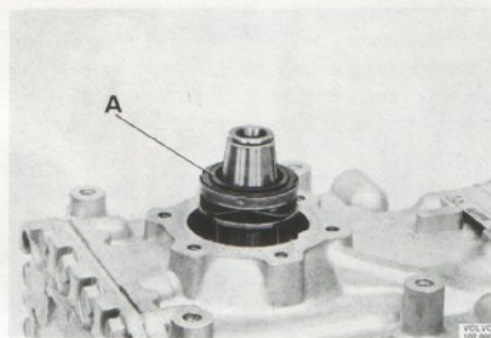

Bild 52. Montering av tätning
7. Doppa tätningen i kylkompressorolja och tryck ner den på axeln. Lägg kolringen i hållaren med den finslipade tätningsytan uppåt (A, bild 52).